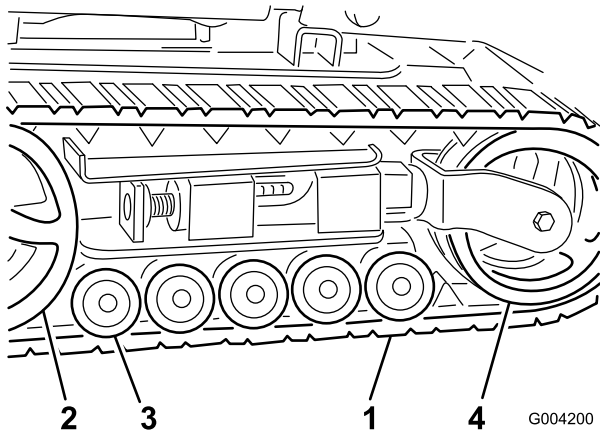

Figure 39
**Important:** Nettoyez soigneusement les galets de roulement, la roue de tension et le pignon d'entraînement (Figure 39). Les galets de roulement doivent tourner librement lorsqu'ils sont propres.